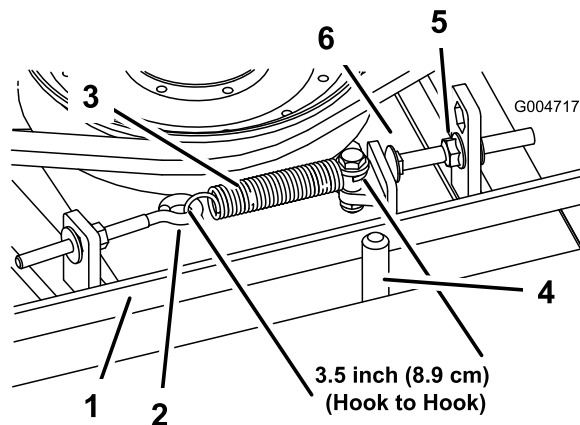

Figura 96
Quando la tensione è corretta, la misura interna della molla di prolunga (da gancio a gancio) deve essere circa $8,9 \text{ cm} \pm 0,63 \text{ cm}$. Quando la tensione della molla è giusta, regolate il bullone di arresto (bullone a testa tonda) fino ad ottenere un gioco di $0,32 \text{ cm} \pm 0,152/0,000 \text{ cm}$ tra la testa del bullone ed il braccio di rinvio (Figura 96).
Nota: Verificate che la cinghia si trovi dal lato molla del guidacinghia (Figura 96).
2. Allentate il bullone ad occhio per consentire la rimozione della molla di prolunga (Figura 96).
3. Allentate il dado flangiato che fissa il bullone di arresto alla linguetta di montaggio. Allentate il dado quanto basta per consentire al braccio di rinvio di oltrepassare il bullone di arresto (Figura 96). Allontanate la puleggia tendicinghia dalla cinghia in modo da allentare la tensione della cinghia.
8. Ricollegate la molla di prolunga (Figura 96) al bullone ad occhio e tendete la cinghia come segue: